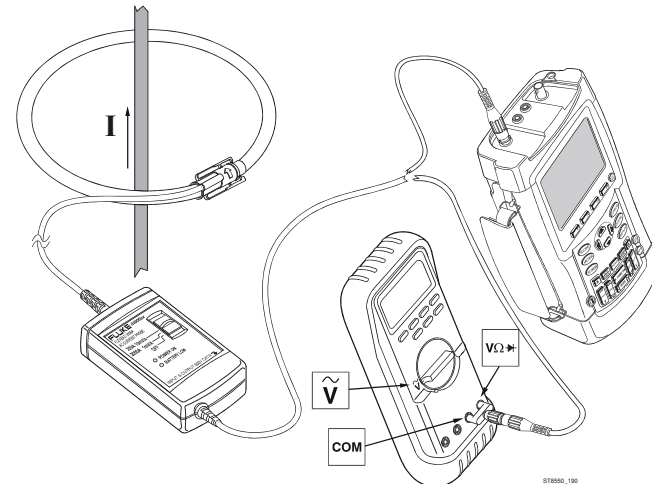

Abbildung 5. Meßanordnung
1. Verbinden Sie den BNC-Anschluß des i2000flex mit dem gewünschten Eingang des Meßgeräts. Beim Einsatz eines Multimeters ist der Zweifach-Bananenstecker/BNC-Adapter (PM9081/001) für den Anschluß des i2000flex an den Eingang zu verwenden (siehe Abbildung 5).